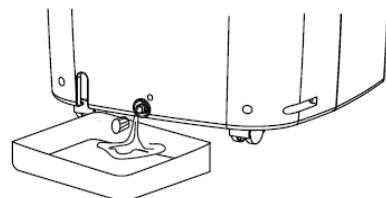

Fig.7
- Mettez l'appareil à l'arrêt et retirez la fiche. Pour purger l'eau du réservoir, retirez le bouchon d'évacuation en partie inférieure de l'appareil et laissez l'eau s'écouler dans un récipient. Dès que vous remettez l'appareil en marche, il fonctionne tout à fait normalement. (Fig.7).